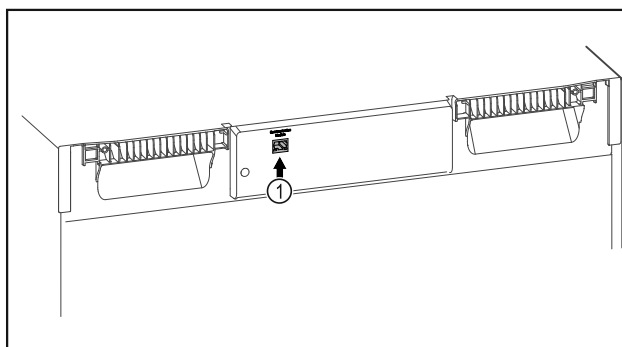

Fig. 110
- Moduli SmartModule Fig. 110 (1) është vendosur.